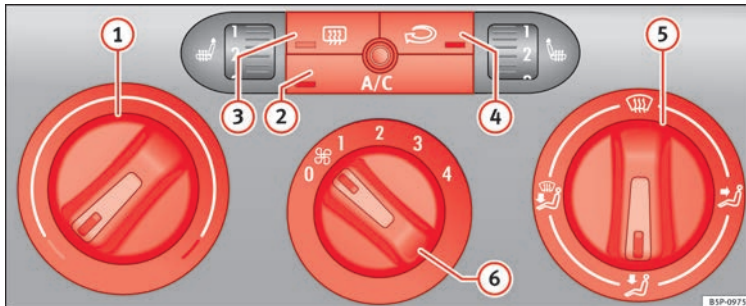

Abb. 116 Bedienelemente der Climatic in der Instrumententafel.
- Drehen Sie den Temperaturregler »Abb. 116 ①« nach rechts bis die gewünschte Heizleistung erreicht wird.
Bei eingeschaltetem Umluftbetrieb **» Abb. 116**   wird verhindert, dass starke Umweltgerüche in das Fahrzeuginnere gelangen können, die beispielsweise beim